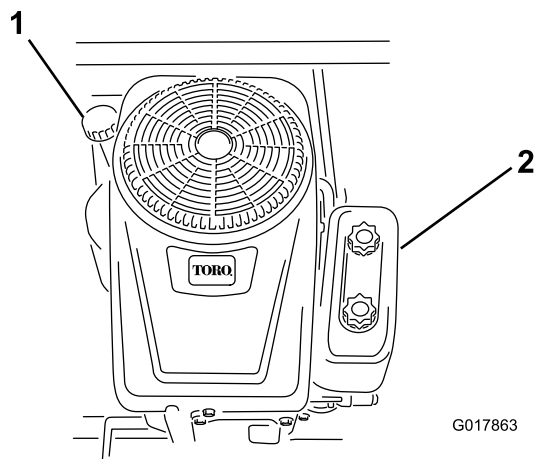

Figura 29
4. Limpie alrededor de la varilla de nivel de aceite (Figura 29) para impedir que caiga suciedad por el orificio de llenado y cause daños en el motor.